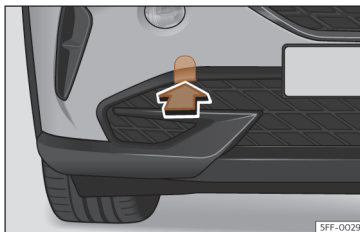

Fig. 209 No lado direito do para-choques dianteiro: retirar a tampa.
O alojamento para a argola de reboque enroscável encontra-se na parte direita do para-choques dianteiro, atrás de uma tampa >>> **Fig. 209**.
- Retire a tampa fazendo pressão na zona inferior da mesma e deixe-a pendurada no veículo >>> **Fig. 209**.